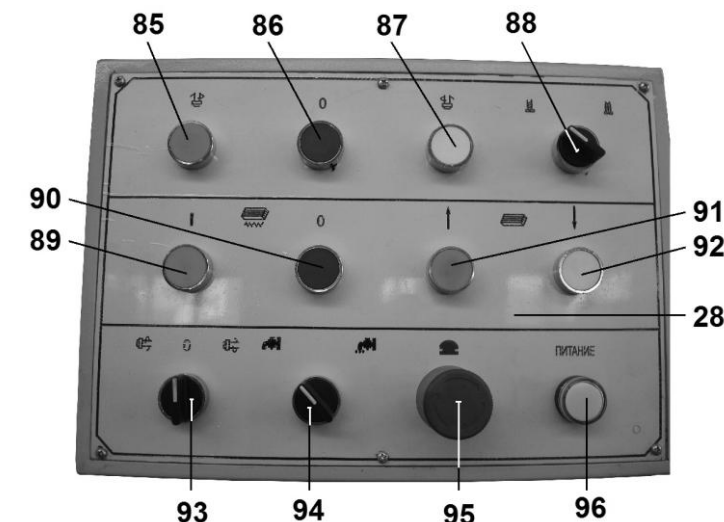

Рис. 29
10.2.5. Кроме использования щитка выключателей вертикального шпинделя (16), то же самое можно включить на главном щитке выключателей (28) (Рис. 29).
10.2.5. На главном щитке выключателей (28) (Рис. 29):
- зелёная кнопка (85) – включение вращения вертикального шпинделя,
- красная кнопка (86) – выключение вращения вертикального шпинделя,
- белая кнопка (87) – включение реверсивного вращения вертикального шпинделя,
- переключатель (88) - сверление/фрезерование
- зелёная кнопка (89) – горизонтальная подача рабочего стола,
- красная кнопка (90) – выключение подачи стола,
- зелёная кнопка (91) – подача рабочего стола вверх,
- белая кнопка (92) – подача рабочего стола вниз,
- переключатель (93) - включение горизонтального вращения шпинделя / нейтральное положение (0) (стоп) / включение реверсивного вращения горизонтального шпинделя,
- переключатель (94) – включение/выключение подачи охлаждающей жидкости (СОЖ)
10.4. Включение автоподачи продольного перемещения рабочего стола (Рис. 29 – 32)
10.4.4. Остановка автоподачи рабочего стола (8) производится установкой рычага (11) в нейтральное положение или нажатием на кнопку (90) (Рис. 29).
10.4.5. Для аварийного выключения станка нажмите красную кнопку (95) (Рис. 29).